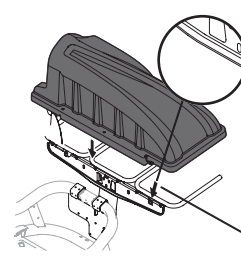

Figure 15
6. Installez le couvercle du bac récupérateur sur le support du sac à herbe comme indiqué dans la Figure 15. Placez le couvercle en plastique sur les deux encoches de montage.